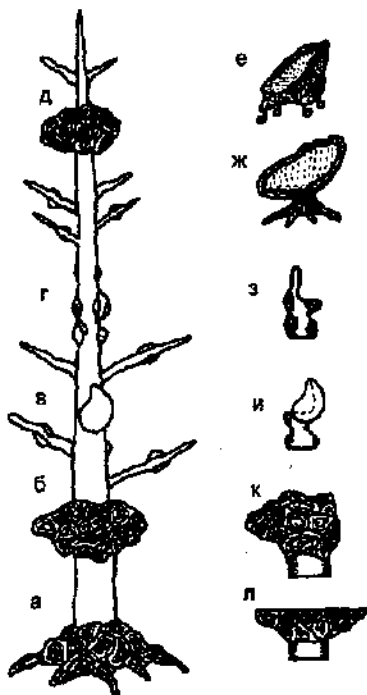

Рис. 221. Наросты на дереве (а — д) и их использование для изготовления мебели (е — л)
Из такого же капо-корня с частью стволовой древесины (рис. 221, а) можно смастерить и стол (рис. 221, л). Кресло
(рис. 221, к), подобное сделанному Л. Д. Ждановым из капорня, можно сделать и из стволового нароста с частью ствола (рис. 221, б).
Стволовые наросты с частью ствола (рис. 221, в, г) можно использовать для изготовления кресел и стульев несколько иной конструкции (рис. 221, з, и).
Большого размера наросты при небольшом диаметре ствола (рис. 221, д) можно использовать для изготовления кресел на опорах-шарнирах (рис. 221, е) или с опорой — «курьей ножкой» (рис. 221, ж). Из камчатской каменной березы автор сделал кресло в форме кисти руки человека в полусжатом состоянии. В находке он увидел образ: некий великан посадил в свою ладонь-кресло человека.
**Не только красиваяи удобная, но и лечебная.** Сделанная по вашему проекту мебель будет оригинальной по решению художественного образа и удобной для вас, а в ряде случаев даже лечебной. Так, например, на стуле из капа сосны (рис. 221, з) невозможно сидеть ссутулившись: спинка стула настолько точно подогнана под спину человека. Деревянное сиденье не кажется жестким из-за формы поверхности, соответствующей фигуре человека.